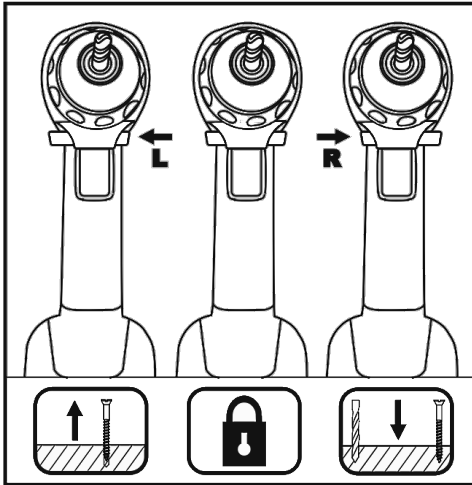

Рисунок 2
2.3.5 Перемикач реверсу (напряму обертання шпindelя) (4) дозволяє змінювати напрямок обертання патрона при виконанні операцій загвинчування/вигвинчування шурупів і гвинтів (див. рисунок 2).